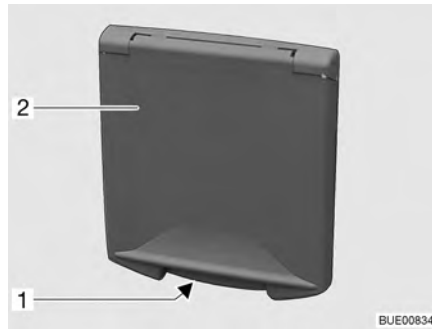

Fig. 44 Verrou de pression portillon de service
- Insérer la clé dans le barillet du verrou de pression verrouillable (Fig. 44,1) et la faire tourner d'un quart de tour. Le verrou de pression est déverrouillé.
- Insérer la clé dans le barillet du verrou de pression verrouillable (Fig. 44,1) et la faire tourner d'un quart de tour. Le verrou de pression est verrouillé.